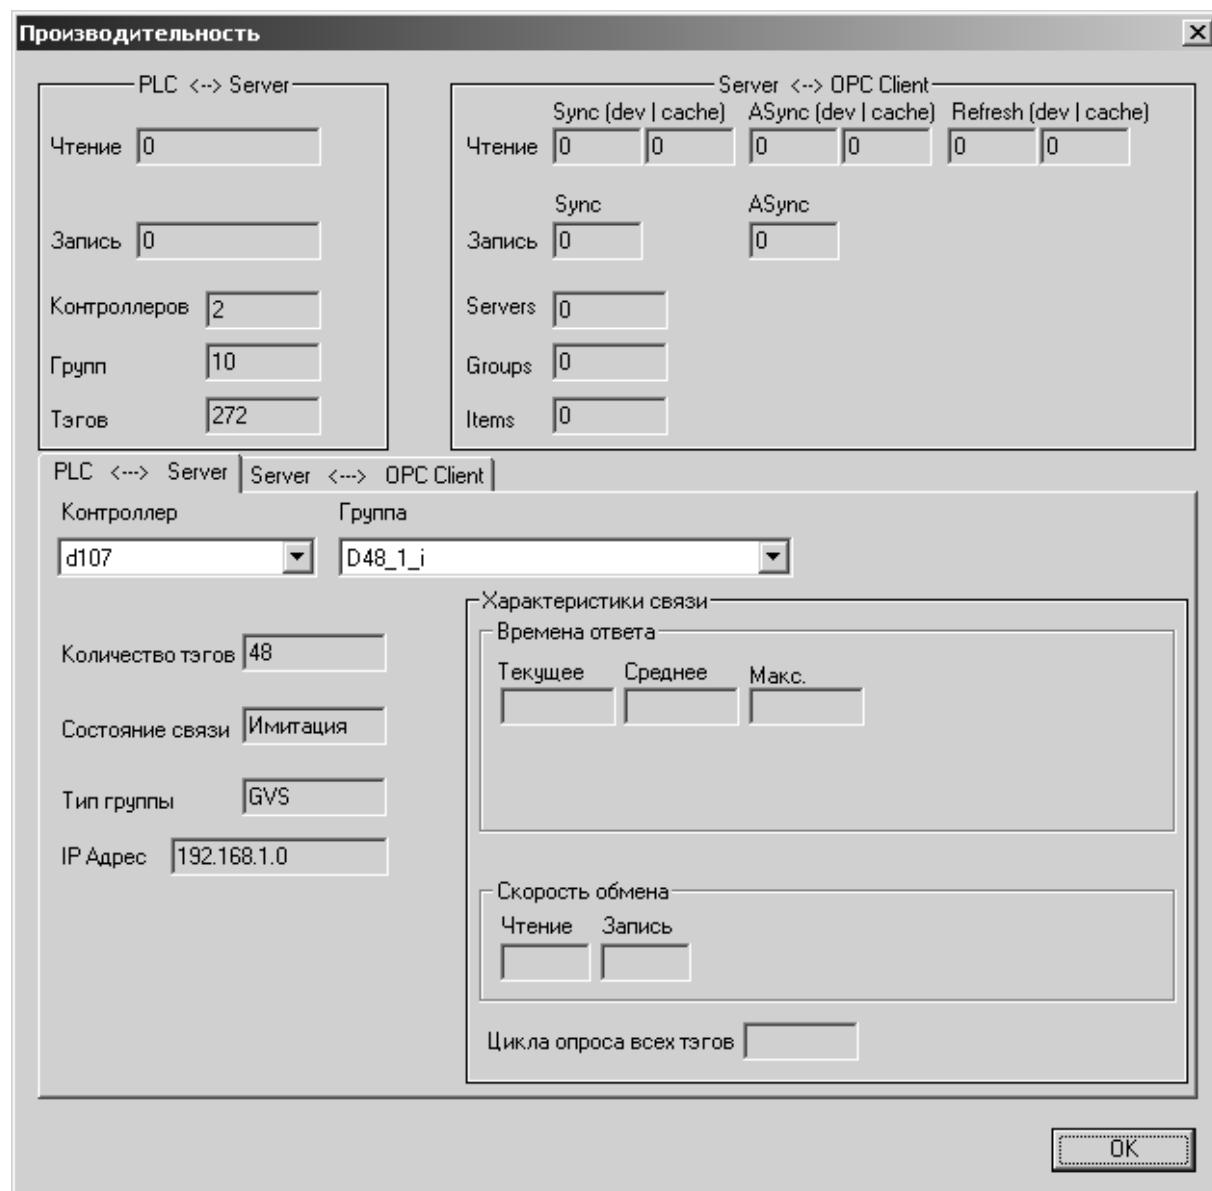
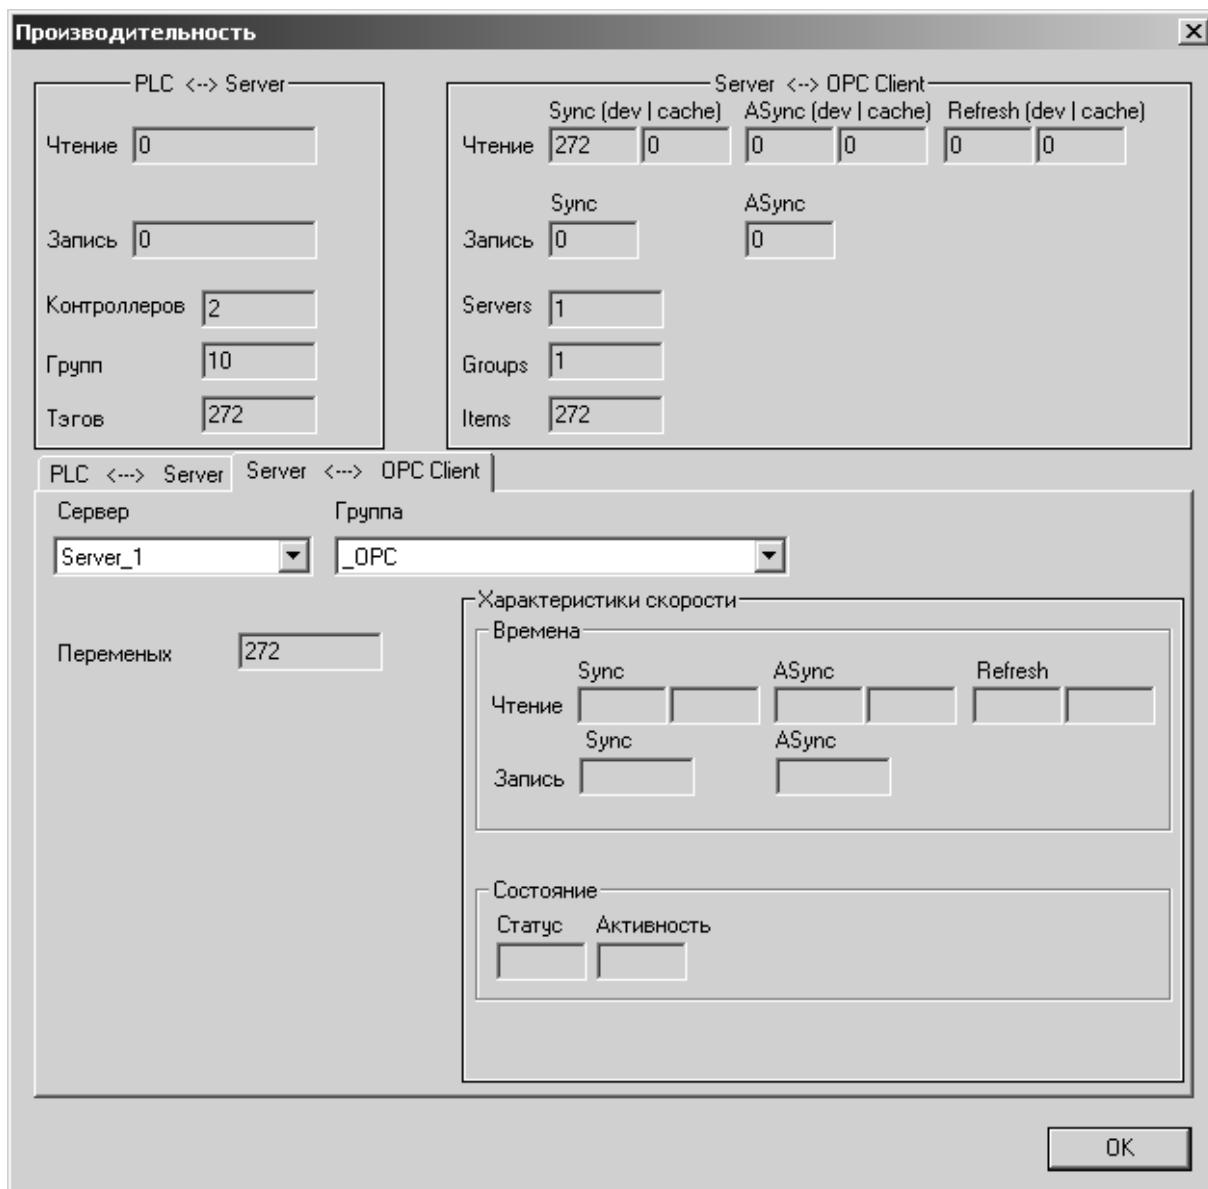

Рисунок 4.42 - Окно производительности TeconOPC с активной закладкой производительности обмена с контроллером
Рисунок 4.43 - Окно производительности TeconOPC с активной закладкой производительности обмена с OPC-клиентом
В интерфейсе пользователя предусмотрена функция оценки производительности TeconOPC при работе с контроллером. Окно производительности (Рисунок 4.42) вызывается нажатием на кнопку  панели инструментов (меню «**Вид/Производительность**»).
- производительность обмена с OPC-клиентами, как по отдельным группам, так и суммарную (Рисунок 4.43).
Ниже приведены описания полей, имеющихся на рисунках (Рисунок 4.42, Рисунок 4.43) и отражающих характеристики производительности обмена.